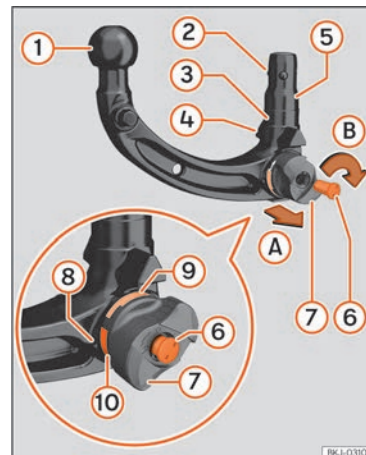

Fig. 153 Cuadro general: enganche desmontable para remolque.
»» **fig. 153 ⑥** por si fuera necesario hacer un duplicado.
»» **fig. 153 ⑧**, el vástago ⑤ y las bolas de bloqueo ② del enganche para remolque están limpios y en buen estado. En caso necesario, límpielos.
- La marca roja »» **fig. 153 ⑩** de la ruedecilla apunta hacia la marca verde ⑨ del enganche para remolque.
- La ruedecilla ⑧ queda claramente separada del enganche, por lo menos 4 mm [0,2 in].
- Todas las bolas de bloqueo ② se pueden encajar por completo en el vástago ⑤.
- La llave ⑥ se encuentra dentro de la cerradura, la flecha de la llave mira hacia el símbolo de *cerradura abierta* de la ruedecilla ⑧ y la llave no se puede extraer.
1. Abra la tapa de la cerradura »» **fig. 153 ⑦** e introduzca la llave en la cerradura.
2. Gire la llave ⑥ en el sentido contrario al de las agujas del reloj hasta que la flecha de la llave mire hacia el símbolo de *cerradura abierta* de la ruedecilla ⑧.
3. Sujete el enganche para remolque con una mano. Con la otra, extraiga la ruedecilla ⑧ en la dirección **A**.
4. Gire la ruedecilla extraída ⑧ en la dirección **B** hasta el tope.
Una vez pretensado el enganche para remolque, no toque más la ruedecilla »» **fig. 153 ⑧**. Al bloquear el enganche, la ruedecilla se gira a su posición original y puede provocar lesiones
- La marca verde de la ruedecilla >>> fig. 153 ⑨ apunta hacia arriba.
- La ruedecilla ⑧ está pegada al enganche y se puede cerrar.
- El enganche está cerrado y la llave ⑥ extraída.
- Ya no se puede tirar lateralmente de la ruedecilla ⑧.
- No utilice nunca el dispositivo de remolque si el diámetro del cabezal esférico >>> fig. 153 ① es inferior a 49 mm [1,9 in] en algún punto.